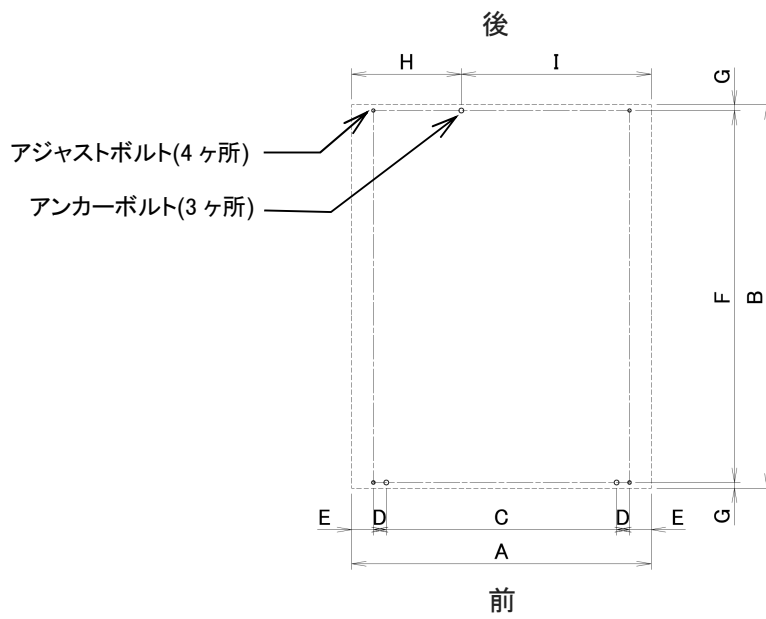

図 4-2
- 1) 機械の据付は、機械自重による床荷重(760kg/m2)に充分耐えられる所で、かつ、水平な所であれば、特別な基礎工事の必要はなく、簡易基礎にて水平を出し、3本のアンカーボルトにて固定するだけで充分です。ただし、特に地盤の弱い所は、(図 4-2)を参照の上基礎工事をしてください。また、機械の据付は水平器を用いて、左右は水平にし、機械の前後方向は機械前側が少し上がり気味になるように据付してください。